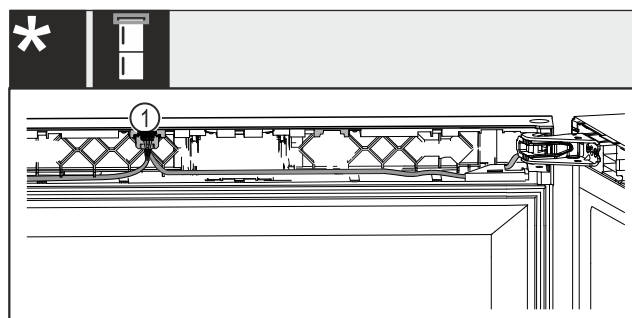

Fig. 64 Комбинации из холодильника для вина и морозильника\*
- ▶ Зафиксируйте штекер Fig. 64 (1) в направляющей.\* Для всех устройств: